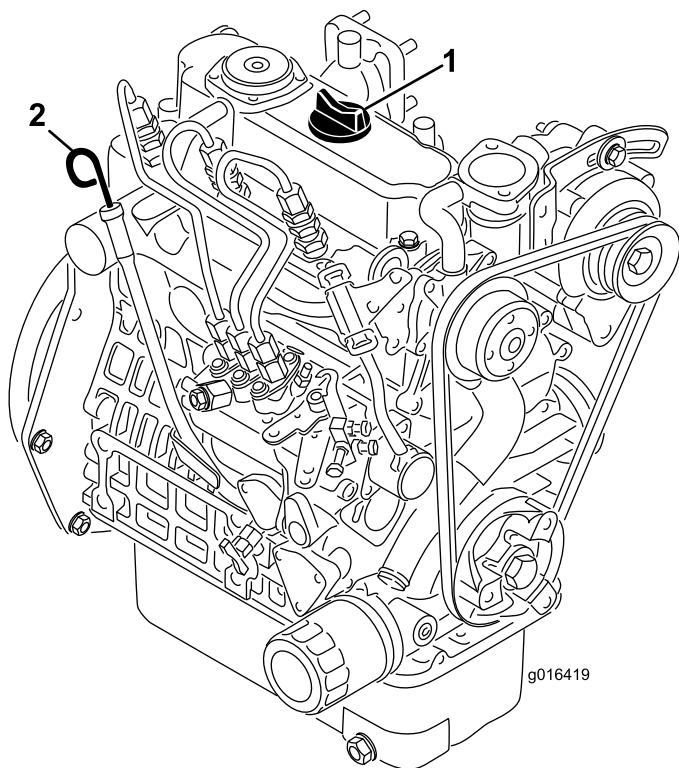

図 22
2. ディップスティックを抜きウェスで一度きれいに拭く(図 22)。ディップスティックを、チューブの根元までもう一度しっかりと押し込む。首から引き抜いて油量を点検する。油量が足りなければ、バルブカバーについている補給口のキャップを取り、ディップスティックの FULL マークまで **ゆっくりと** 補給する。補給するときはディップスティックで確認しながら少量ずつ入れる入れすぎないこと。